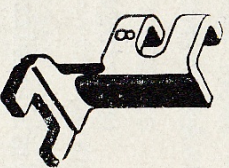

Fig. 24
- Gebruik de knopenanzetvoet (fig. 24).